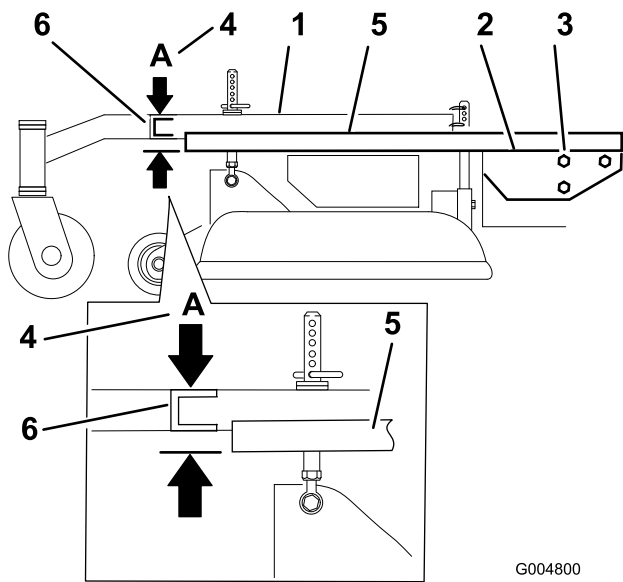

Figure 52
3. Placez une longue planche, ou autre objet similaire parfaitement droit en haut du plancher moteur, comme illustré à la Figure 52.
4. Au niveau du tube transversal du bâti porteur, mesurez la hauteur au point **A** (Figure 52). Elle doit être égale à $33 \text{ mm} \pm 6 \text{ mm}$.
6. Desserrez les boulons de montage du bâti porteur de chaque côté de la machine (Figure 52).
7. Alignez le bâti porteur et le plancher moteur à la même hauteur qu'au point **A**, c.-à-d. $33 \text{ mm} \pm 6 \text{ mm}$ (Figure 52).